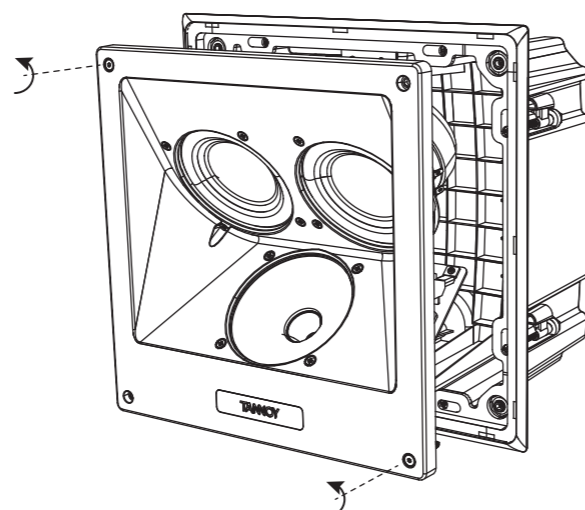

Fig. 14. Removing the loudspeaker from the back can
4. Jeśli zestaw głośników jest już zamontowany z tyłu puszki (np. Podczas transportu), zdejmij go z tylnej puszki, odkręcając śruby mocujące ją na miejscu (rys. 14).